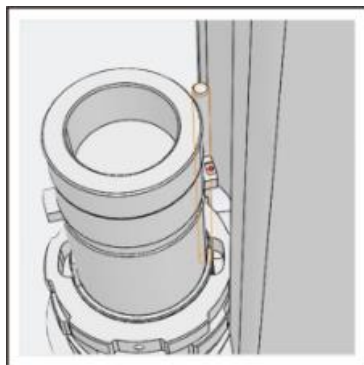

Рис. 27
- Вставьте большой держатель колесного биговщика в режущую головку (Рис. 27), совместив красные маркеры обеих деталей. Затем вставьте его в отверстие на головке.